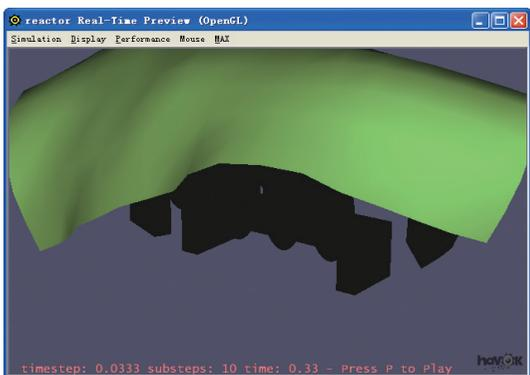

图9-48 预览布料效果
**11** 单击reactor工具栏上的按钮，预览一下此时的布料效果，如图9-48所示。